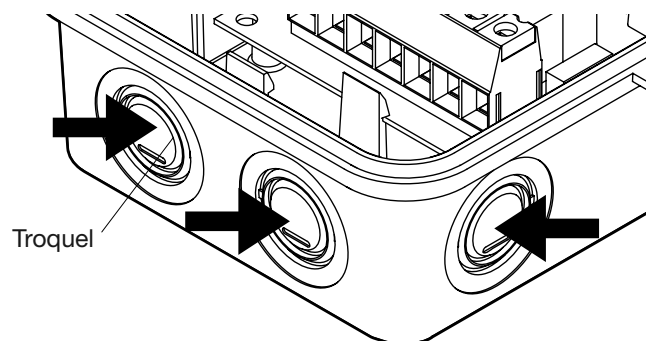

FIG. 6 Troqueles
6. Seleccione y abra la cantidad apropiada de troqueles para la instalación, tal como se muestra en FIG. 6. Para extraer el círculo interno de 1/2" de un troquel, inserte un destornillador en la ranura y suéltelo cuidadosamente con un golpe suave. Si se necesita más espacio para el cableado, con unos alicates extraiga el anillo externo de 3/4" del troquel después de haber extraído el círculo interno. Alise los bordes del troquel en caso necesario. Consulte FIG. 6.